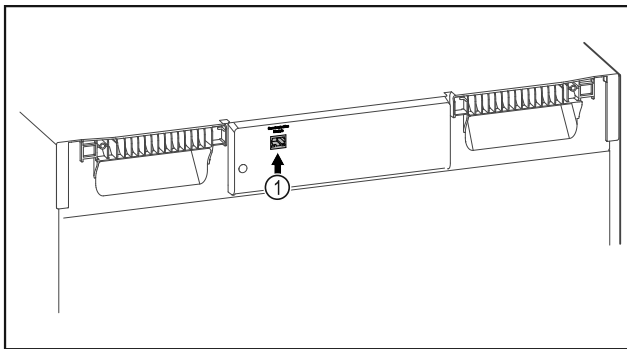

Fig. 131
- Moduli SmartModule Fig. 131 (1) është vendosur.